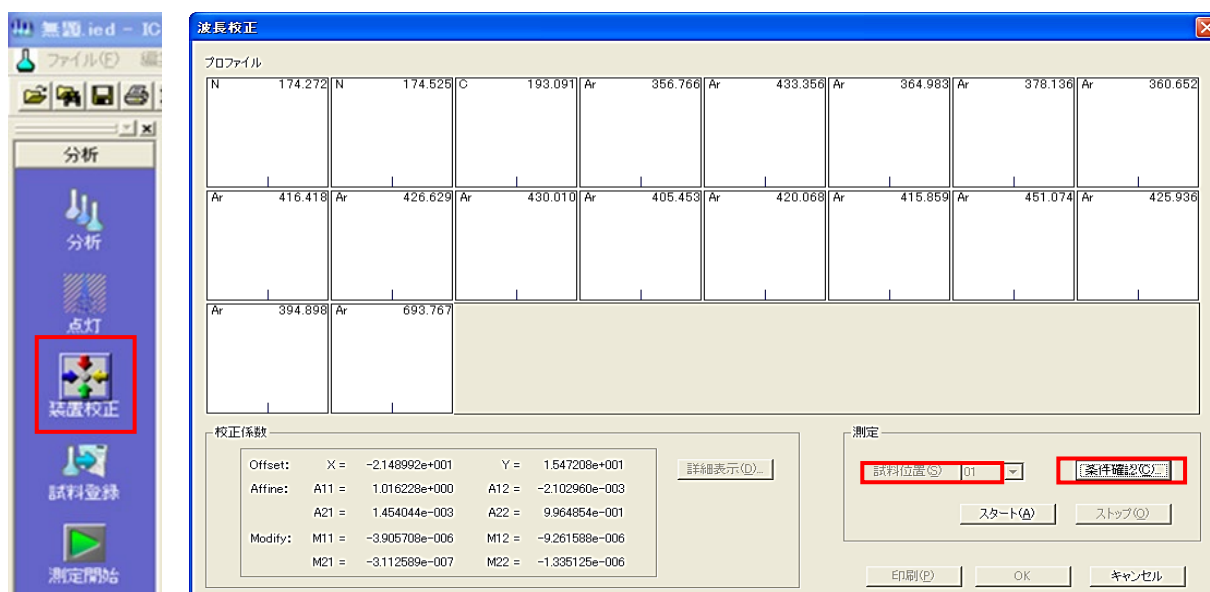

図 33
- ④ アシスタントバーの「装置校正」をクリックします。 図 33
- ⑤ 波長校正画面が表示されるので、試料位置に「R0」を選択し、[条件確認]ボタンをクリックします。